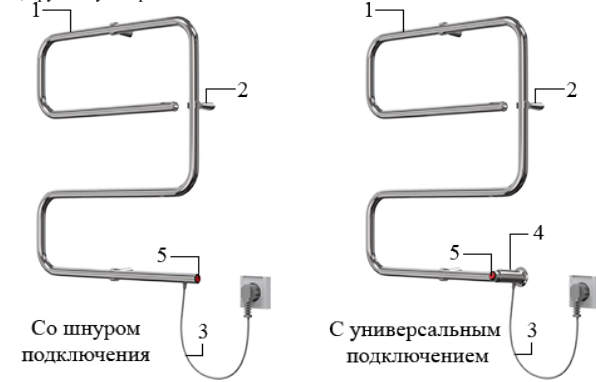

Рис.1
2.3. Полотенцесушители электрические бытовые отличаются по форме, размерам, мощностью, температурой поверхности, а также некоторыми элементами конструкции и состоят из следующих основных узлов: 1 - корпус; 2 - кронштейны для креплений; 3 - шнур подключения длиной 1,5 м; 4 - трубка с фланцем для универсального подключения; 5 - выключатель (рис. 1). Отличия по конструкции заключается в том, что одни ПЭБ выпускаются со шнуром подключения, другие с универсальным подключением.